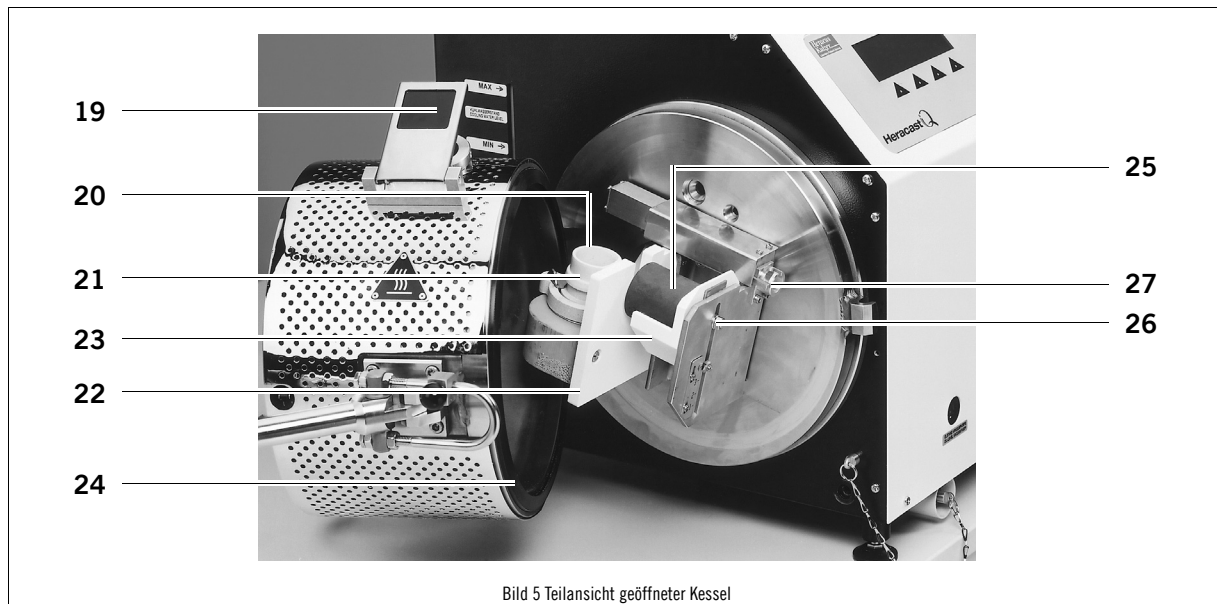

Bild 5 Teilansicht geöffneter Kessel
6.1.5 Bezeichnungen von Bild 5 "Teilansicht geöffneter Kessel"